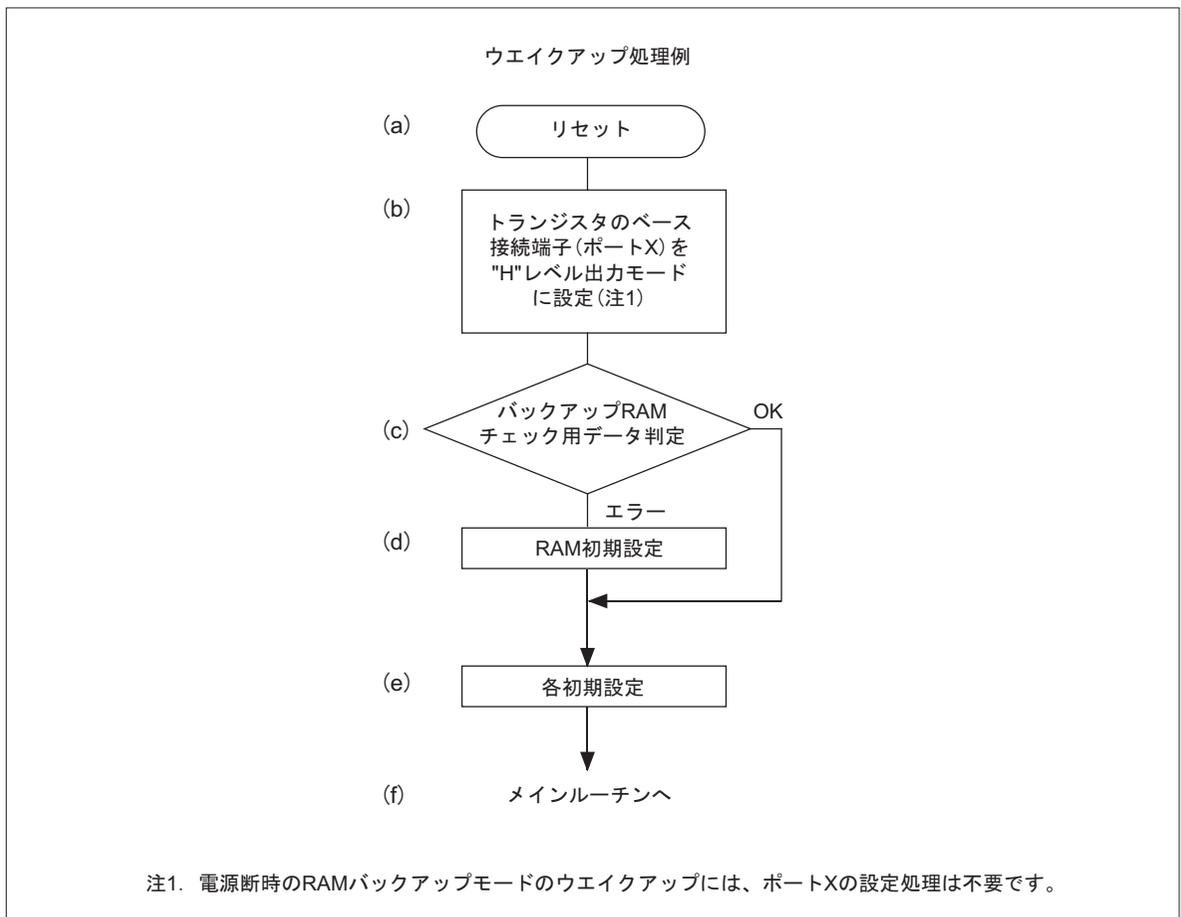

図17.4.1 ウエイクアップ処理
RAMバックアップモードを解除して通常動作に復帰するための処理を、ウエイクアップ処理と呼びます。図17.4.1にウエイクアップ処理例を示します。
- (1)リセット動作を実行(図17.4.1の(a))
- (2)ポートXを出力モードに設定し、"H"レベルを出力(図17.4.1の(b))注1
- (3)RAMバックアップモード時に作成した、チェック用データの内容を判定(図17.4.1の(c))
- (4)(3)の判定結果が一致しなかった場合、RAMの初期設定を実行(図17.4.1の(d))
- (3)の判定結果が一致した場合は、保持されていたデータをプログラム中で使用
- (5)各初期設定の実行(図17.4.1の(e))注1後、メインルーチンへ復帰(図17.4.1の(f))